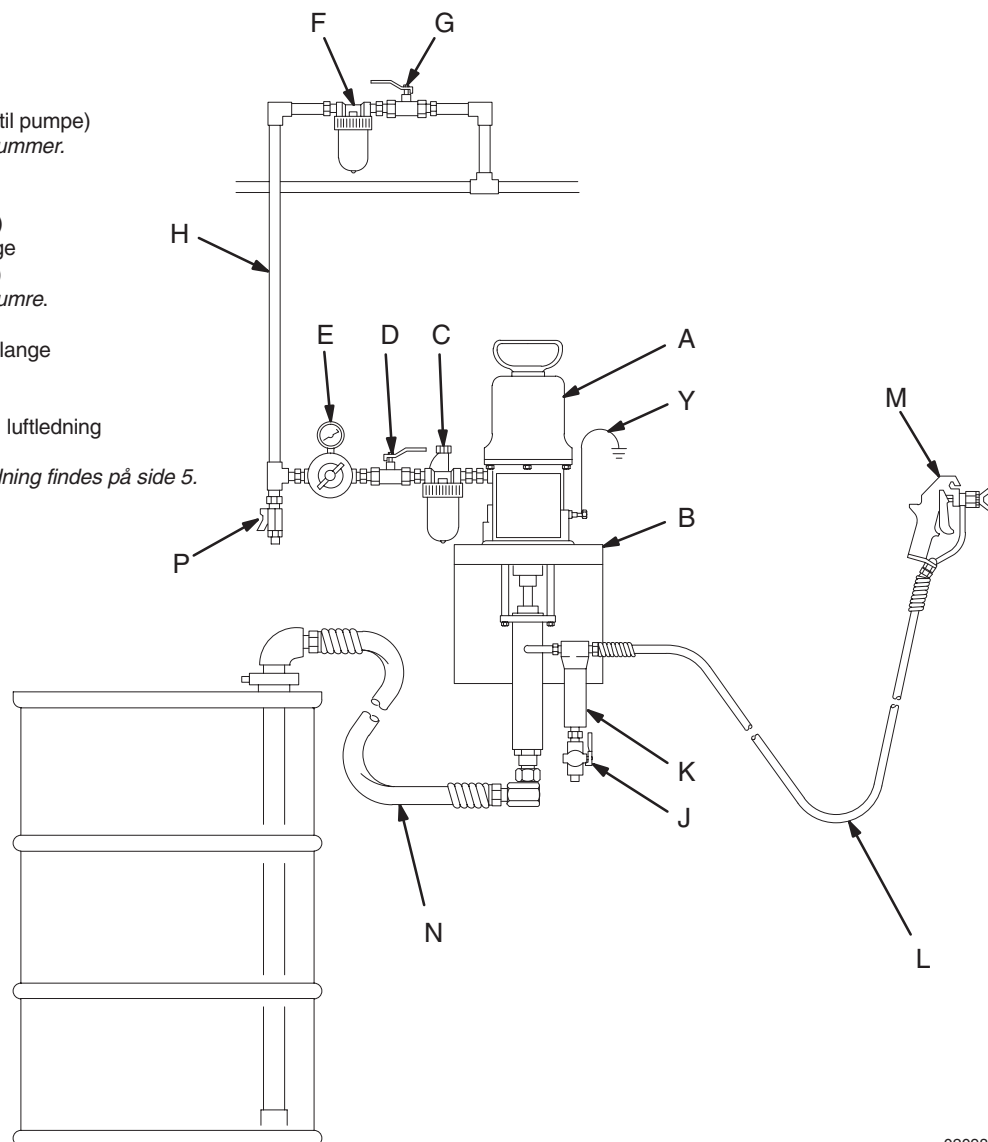

Fig. 2
- Fig. 2 er kun en guide til valg og montering af systemkomponenter og tilbehør. Kontakt din Graco-forhandler, og få hjælp til at tilrettelægge et system, der opfylder dine specielle behov.
Montér følgende tilbehør i den viste rækkefølge på Fig. 2, med brug af adaptere efter behov:
Montér følgende tilbehør i stillinger, der er vist på Fig. 2, med brug af adaptere efter behov:
Anvendes til udsprøjtning af væsken. Pistolen, der er vist på Fig. 2, er en airless sprøjtetipistol.
1. Sørg for, at luftregulatoren (E) og hovedudluftningsventilen (D) er lukket. Se Fig. 2 på side 6.
2. Slut en sugeslange (N) til pumpens væskeindtag, eller sænk pumpen ned i en væsketilførselsbeholder.
3. Hold en metaldel på pistolen (M) godt fast mod siden af en jordforbundet metalspand, og hold pistolens aftrækker åben.
4. Åbn pumpens hovedudluftningsventil (D).
5. Åbn langsomt for luftregulatoren (E), indtil pumpen starter (ca. 0,28 MPa; 2,8 bar).